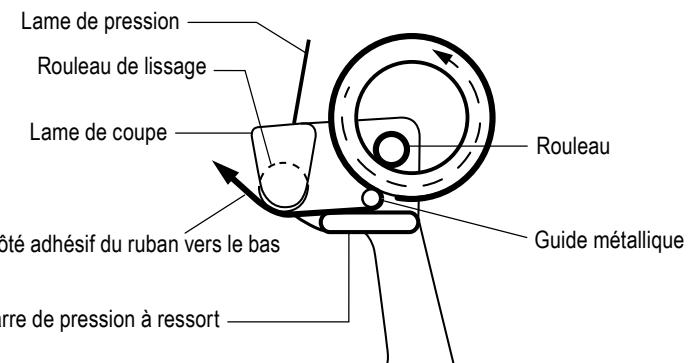

Figure 1
1. Pull back spring-loaded pressure bar with thumb and clamp tape roll to rotating shaft. (See Figure 1)
1. Tirez sur la barre de pression à ressort avec le pouce pour la dégager et fixez le rouleau de ruban contre l'arbre tournant. (Voir Figure 1)